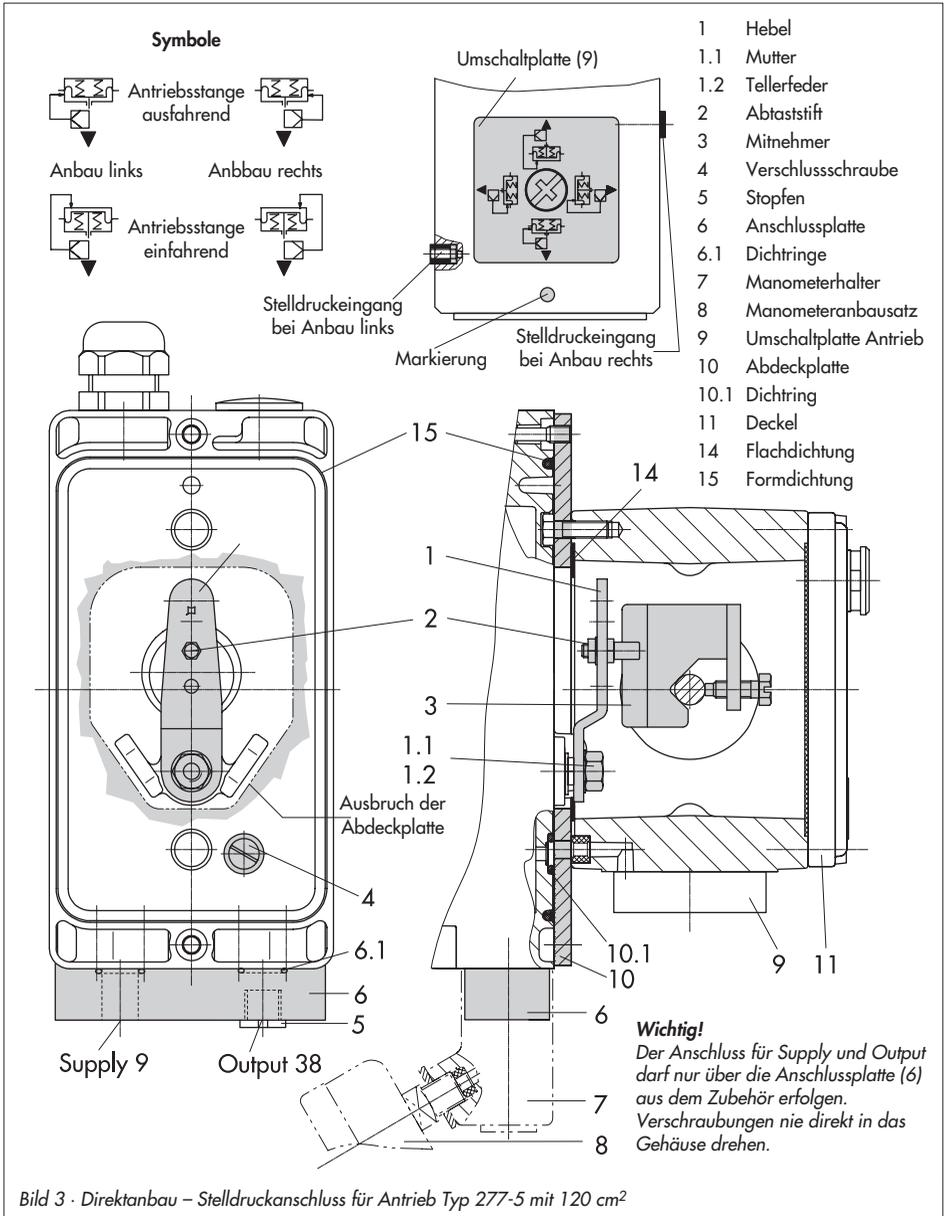

Bild 3 · Direktanbau – Stelldruckanschluss für Antrieb Typ 277-5 mit 120 cm²
1. Anschlussplatte (6) oder Manometerhalter (7) mit Manometern am Stellungsregler montieren, auf richtigen Sitz der beiden Dichtringe (6.1) achten.
2. Verschlusschraube (4) auf der Stellungsreglerrückseite entfernen und den Stelldruckausgang "Output 38" an der Anschlussplatte (6) bzw. am Manometerhalter (7) mit dem Stopfen (5) aus dem Zubehör verschließen.
3. Mitnehmer (3) an die Antriebsstange setzen, ausrichten und so festschrauben, dass die Befestigungsschraube in der Nut der Antriebsstange sitzt.
4. Abdeckplatte (10) mit schmaler Seite des Ausbruchs (Bild 3 links) in Richtung zum Stelldruckanschluss befestigen, die aufgeklebte Flachdichtung (14) muss zum Antriebsjoch zeigen.
5. **Hub 15 mm:** Am Hebel **M** (1) auf der Stellungsreglerrückseite verbleibt der Abtaststift (2) auf Stiftposition **35** (Lieferzustand).